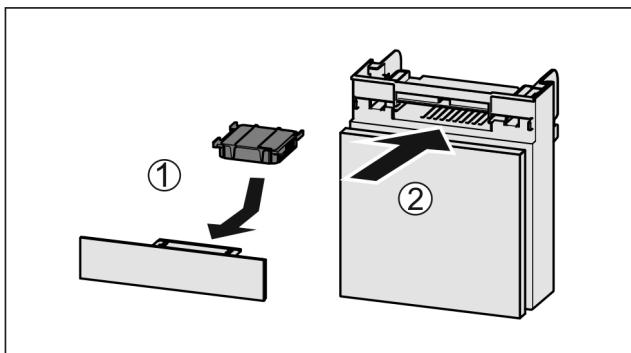

Fig. 165
- Поставете Fig. 165 (1) филтъра с активен въглен, както е показано на фигурата.
- Вкарайте Fig. 165 (2) отделението.